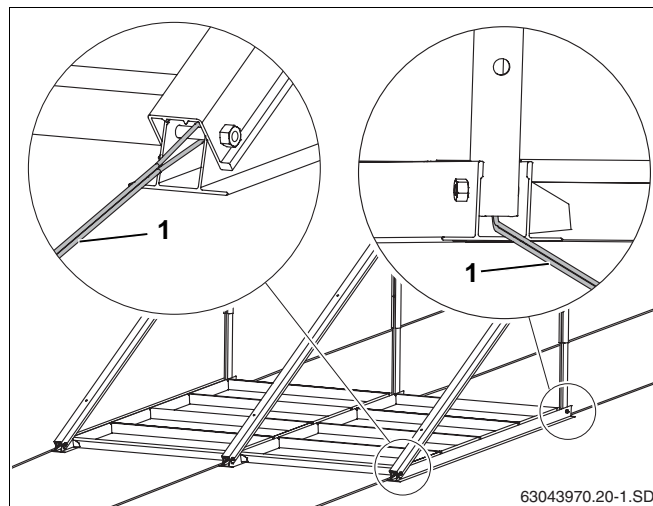

Bild 28 Plantaksstativ med säkringslina
- ▶ Fäst varje solpanel på uppställningsplatsen med minst 2 stålvajrar (bild 28, **pos. 1**) i skruven på den undre profilen och på lämpligt ställe på taket.